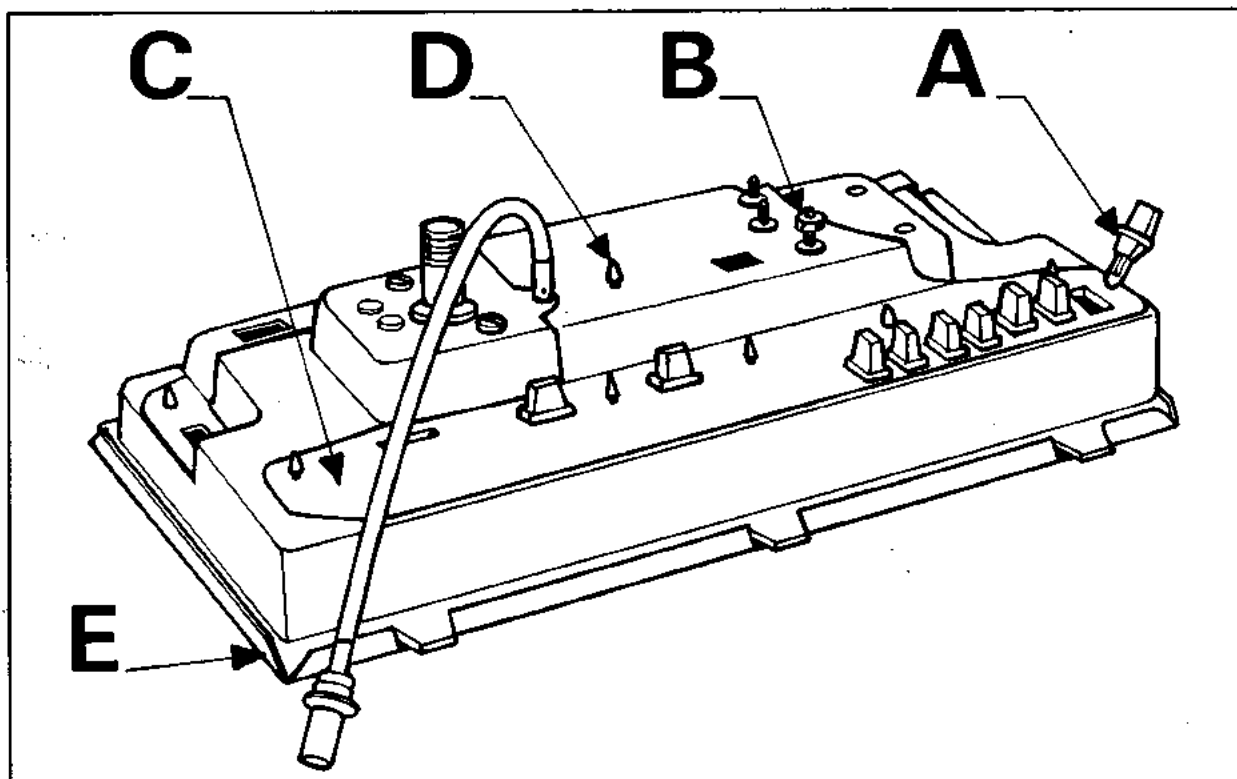

Fig. 3
- Verwijder de 16 controlelampjes (A) (fig.3) op de achterzijde van de instrumentencombinatie.
- Verwijder de moeren (B) van de aansluitpennen op het gedrukte bedradingspaneel.
- Trek het gedrukte bedradingspaneel (C) van de plastic bevestigingsklemmen (D) op het huis.
- Verwijder de sierrand (E) (fig.3) en het daaronder aangebrachte glas.